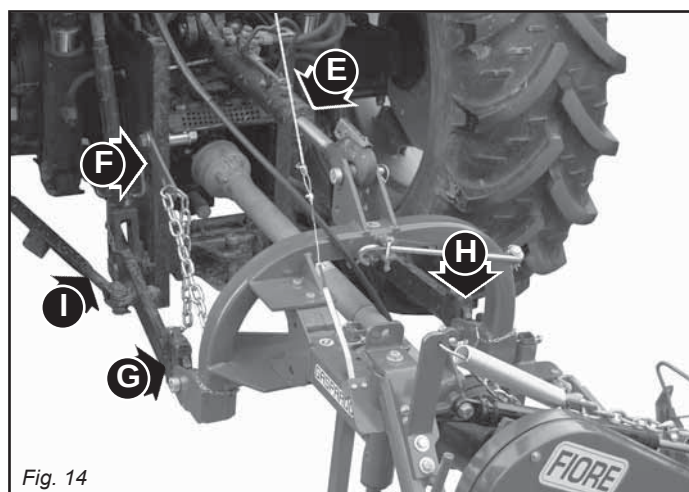
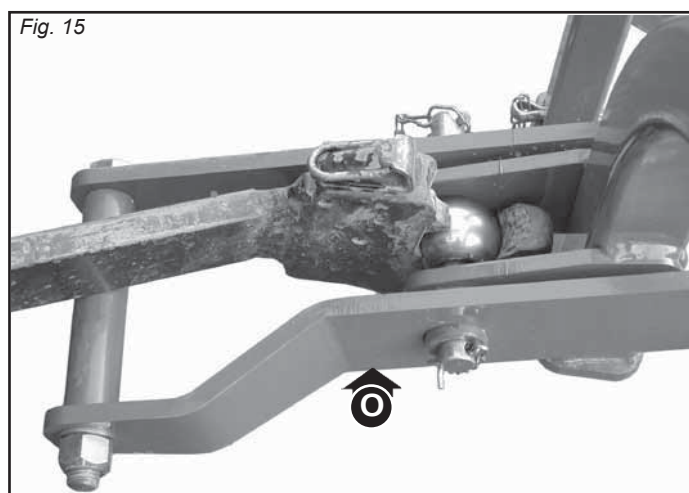

Fig. 14
Fig. 15
- 1 - Закрепите кронштейны подъёмного устройства на специально предназначенных штифтах (G и H, Рис. 14). Подъёмный кронштейн (O, Рис. 15) должен находиться под кронштейном трактора. Заблокируйте защёлкивающимися штифтами.
- 2 - Подсоедините третью, верхнюю, точку и осуществите правильную регулировку при помощи тяговой штанги (E, Рис. 14). Пластина (F, Рис. 14) должна находиться справа от тяговой штанги, жёстко закреплённая на штифте. Штифт должен быть заблокирован специальной шпилькой.
- 3 - При помощи специальных распорок (I, Рис. 14) заблокируйте кронштейны, чтобы они находились параллельно трактору. Это необходимо сделать, чтобы предупредить какое-либо горизонтальное смещение косилки.